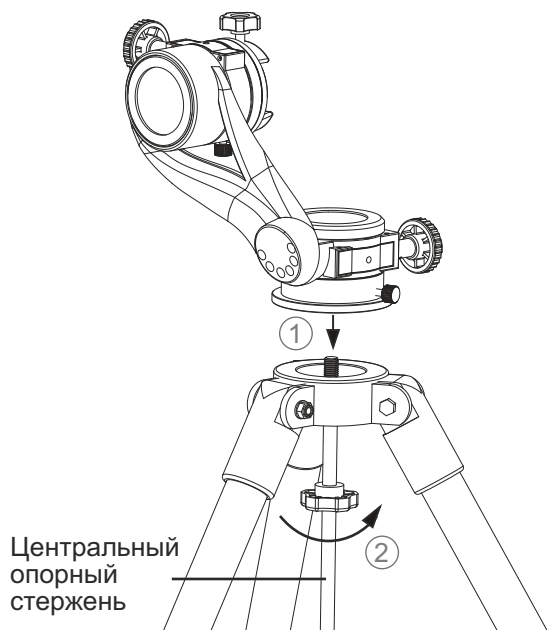

Рис. 1.2b
4. Поместите монтировку на верхнюю часть треноги. Совместите отверстие резьбового крепления на нижней части монтировки с центральным опорным стержнем. Поддерживая монтировку одной рукой, осторожно опустите ее на винтовое крепление центрального опорного стержня. Поверните центральный опорный стержень против часовой стрелки для надежной фиксации монтировки (рис. 1.2b).